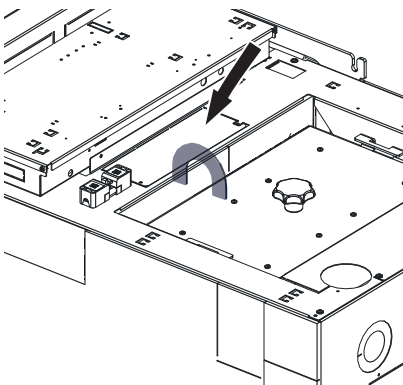

Fig. 10 Rimuovere la prepunzonatura sopra l'occhio di sollevamento
- b) sollevando la caldaia con una gru agganciata all'occhiello – Fig. 10.
- ▶ Staccare e rimuovere la prepunzonatura sopra l'occhio di sollevamento – Fig. 10. Dopo che la caldaia è stata sollevata dal pallet, la prepunzonatura, ruotata di 180°, può essere rimontata con 2 viti autofilettanti.